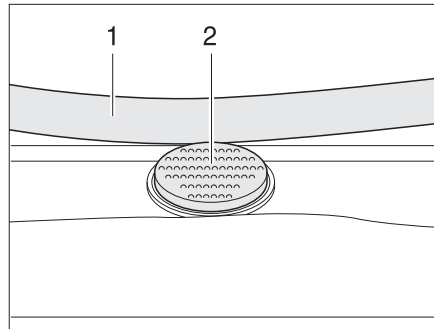

Bild 46 Låsknapp på Heki-takluckan
- Tryck på låsknappen (Bild 46,2) och dra ner bygel (Bild 46,1) med båda händerna.
- Tryck bygel uppåt med båda händerna tills bygel ligger ovanför låsknappen (Bild 46,2).